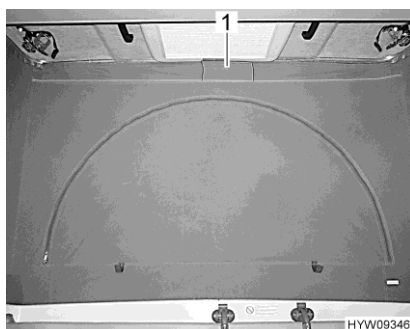

Bild 60 Ventilation (stängt)
- Lossa på tygremmens kardborrband (Bild 60,1) under det uppfällbara taket. Bakom tygremmen finns ett metalltrådsnät som insektsskydd.